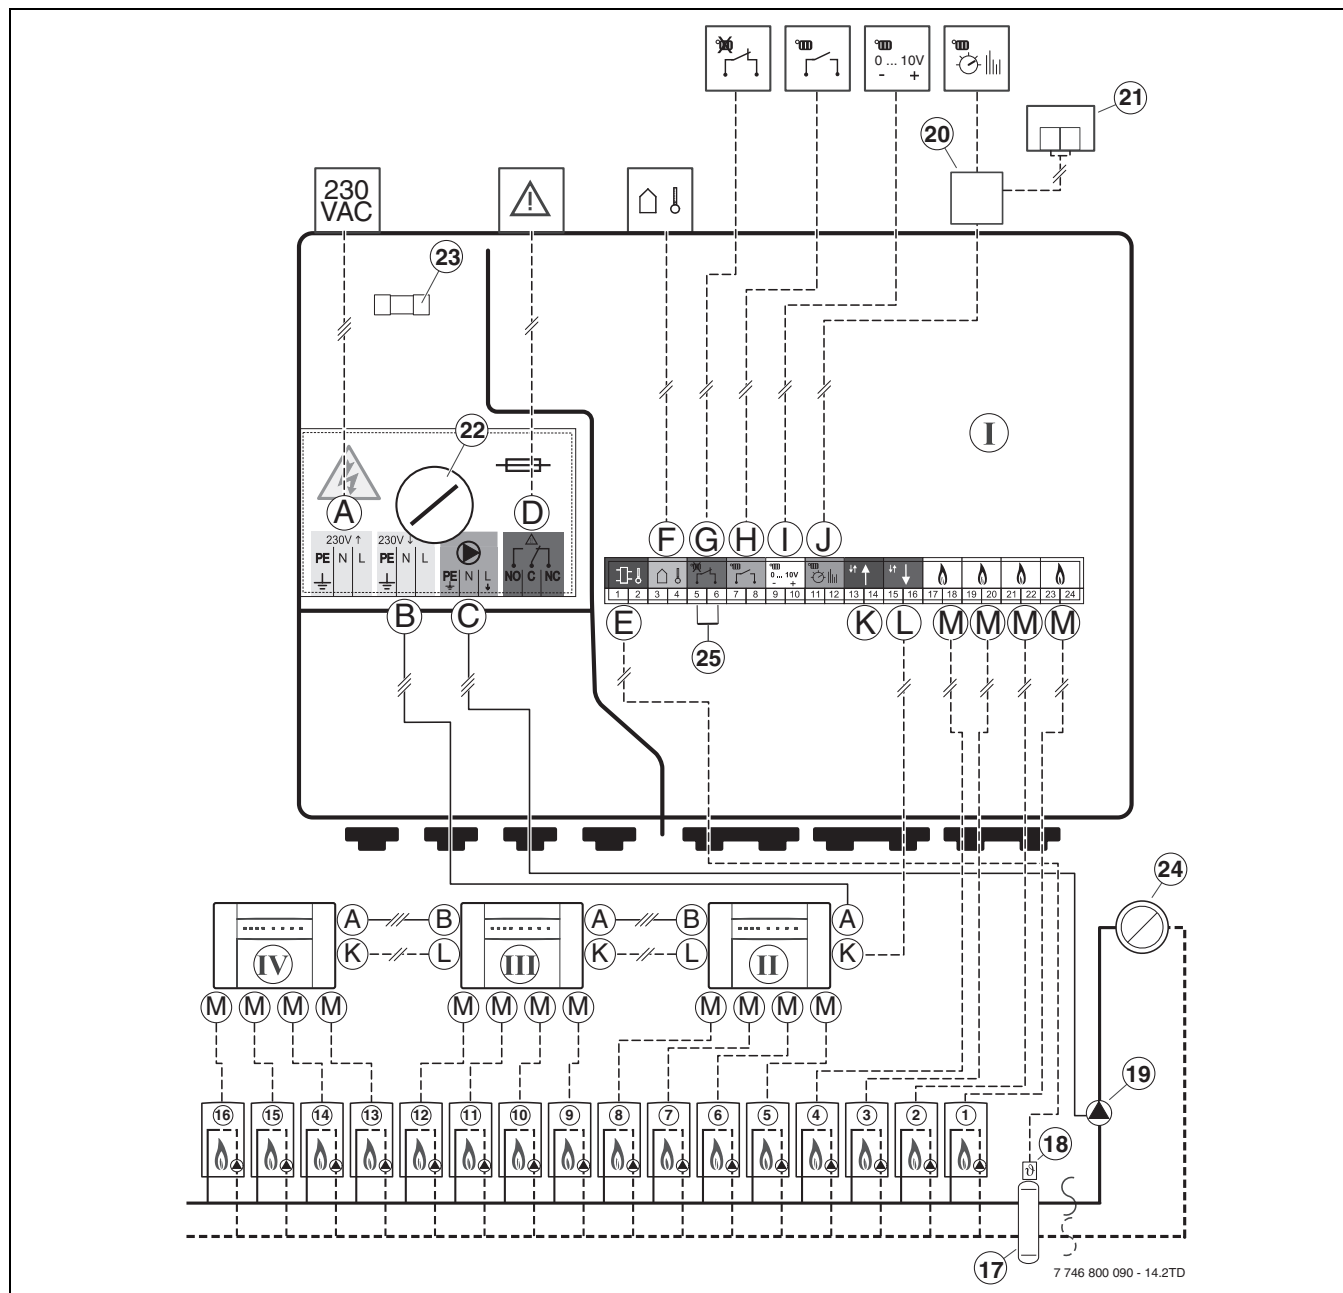

Bild 5
1) in Bild 5, Seite 10
Die Module ICM steuern die Heizgeräte entsprechend einem von einem Heizungsregler berechneten Wärmebedarf. Für die Regelung entsprechend dem Wärmebedarf müssen die Module ICM also immer in Verbindung mit einem Heizungsregler (→ Bild 5, Klemmen H, I oder J) installiert werden. In Abhängigkeit vom verwendeten Heizungsregler gibt es vier mögliche Systemvarianten (→ Tab. 5).
Von einem Modul ICM können maximal vier Heizgeräte gesteuert werden. Durch Kopplung von bis zu vier Modulen ICM können maximal 16 Heizgeräte in einer Kaskade zusammengeschaltet werden (→ Bild 5). Dabei übernimmt ein Modul ICM die Steuerung der Kaskade (ICM-Master).
Ein weiterer Vorteil dieser Systemvariante ist die Kommunikationsmöglichkeit der Module zur Ansteuerung der Heizkreise (IPM) mit dem Modul ICM über den gemeinsamen Bus parallel zum Anschluss J am Modul ICM (→ Bild 5, Seite 10). Hierdurch ist eine optimale Anpassung der produzierten Wärmemenge mit dem tatsächlichen Wärmebedarf aller Heizkreise der Heizungsanlage gewährleistet. Bei dieser Systemvariante erreicht die Heizungsanlage einen optimalen Komfort bei maximaler Energieeinsparung.
Eventuell vorhandene weitere Module, wie z. B. die Module IPM (→ Pos. 21 in Bild 5, Seite 10), müssen am BUS des Heizungsreglers (parallel zum Anschluss J am Modul ICM) angeschlossen werden.
Um Kontaktprobleme an den Klemmen im ICM-Master zu vermeiden, wird eine Abzweigdose empfohlen (→ Pos. 20 in Bild 5, Seite 10).
- ▶ Verdrahtung unbedingt entsprechend Anschlussplan herstellen (→ Bild 5, Seite 10).